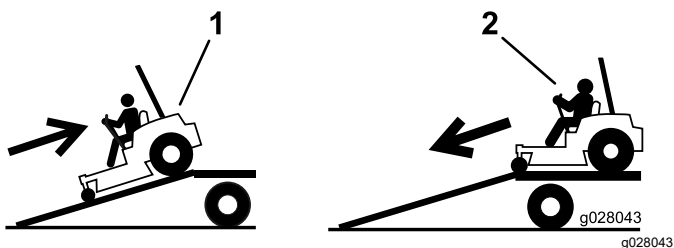

Рисунок 36
4. Пересувайтеся зворотним ходом вверх по рампі (Рисунок 36).
2. Пересувайтеся переднім ходом вниз по рампі (Рисунок 36).